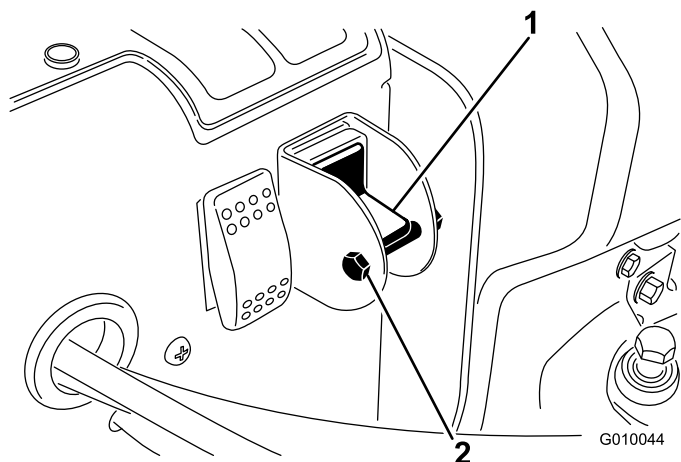

図 29
3. セレクタスイッチのロック用ボルトとナットを外す (図 29)。